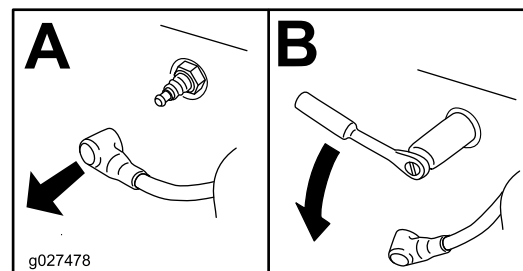

Figura 41
4. Retire la bujía (Figura 41).